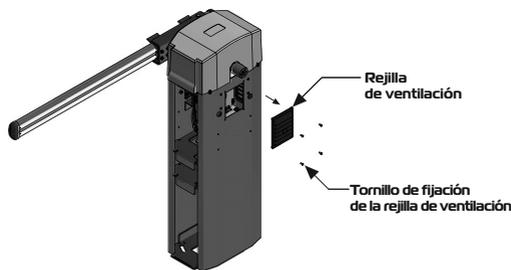
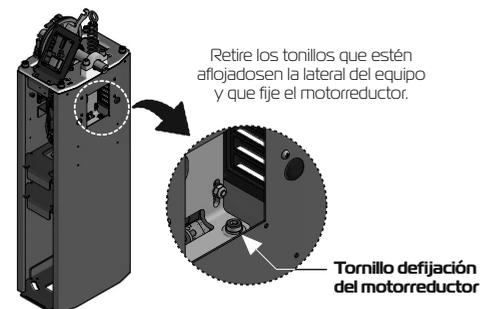

Fig. 17
Fig. 18
**2.2** - En el lateral de la cancela, como se muestra Fig. 17, retira la rejilla de ventilación para acceder a los tornillos que fijan el motorreductor ver **Fig. 18**.